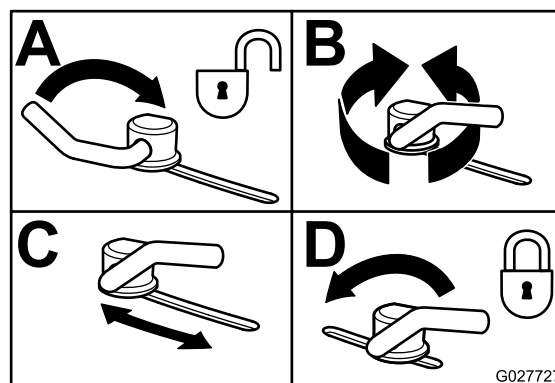

Figura 30
3. Para ajustar os bloqueios do excêntrico, rode a alavanca para cima para libertar o bloqueio do excêntrico (Figura 30).
5. Rode novamente a alavanca para apertar o abafador e os bloqueios do excêntrico (Figura 30).